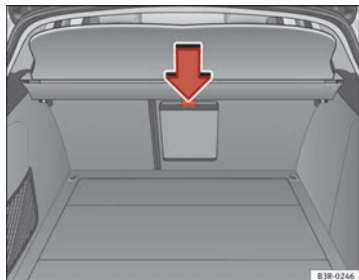

Fig. 127 Detalle del asiento trasero desde atrás: Tapa del saco para objetos alargados
- Oprima la tecla de desbloqueo de la tapa del saco para objetos alargados ⇒ fig. 127 (flecha) y gírela hacia abajo.